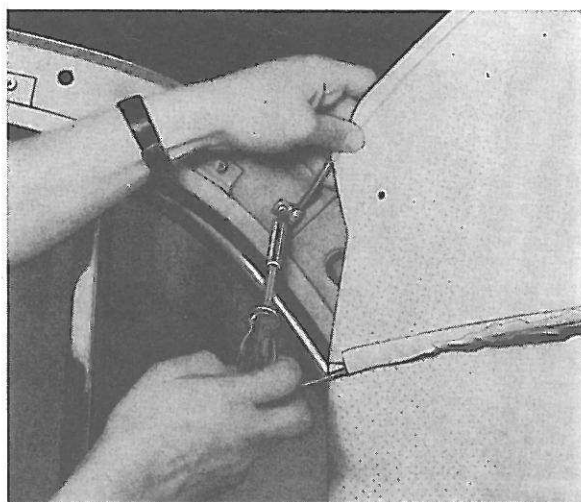

Figure 73. Montage de la nervure arrière
6. Monter la nouvelle garniture en commençant par l'arrière, figure 73. Fixer les nervures arrière avec des attaches, une de chaque côté. Les autres sont posées directement sur le bord de la tôle du toit. Les nervures doivent être posées verticalement.